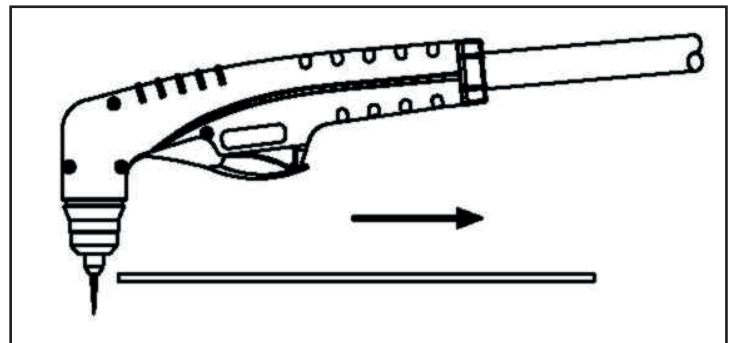

FIGURE 15
- Pour des départs au bord, maintenez le chalumeau perpendiculaire à la pièce de travail avec l'avant de la buse au bord de la pièce au point où la coupe doit commencer - FIG.15.